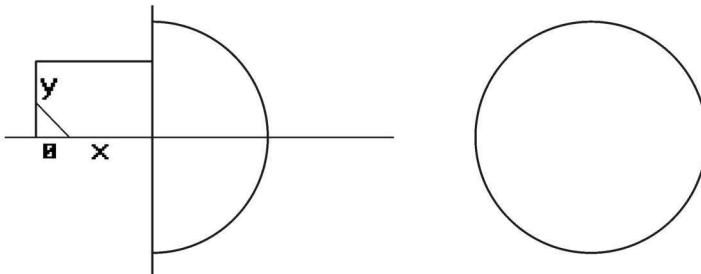

图 2-13
(7) 单击图标 $\text{(+)}$ ，选择圆心\_半径菜单，以 $(75, 0)$ 或铅垂线中点为圆心，设置 $R=15$ ，如图 2-13 所示。